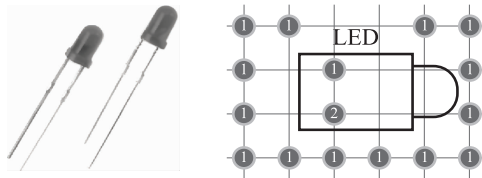

图 1-29 采用 LED-1 封装安装指示图
(7) 如图 1-29 所示, 将插件发光二极管安装在万能板对应位置, 注意元器件需整形后安装, 焊盘间距为 100mil, 对应元器件封装名为 LED-1。